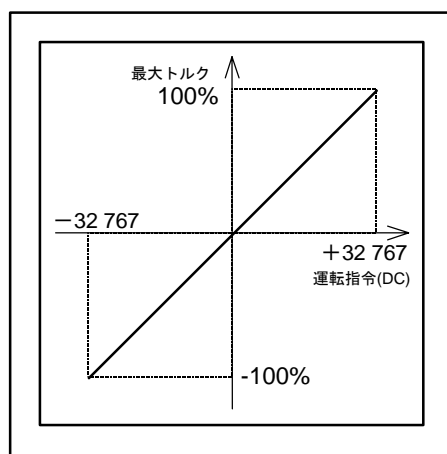

図 3-5 : 通信運転指令とトルク指令
- DC 命令のデータと出力トルクの関係は図 3-5 のとおりです。